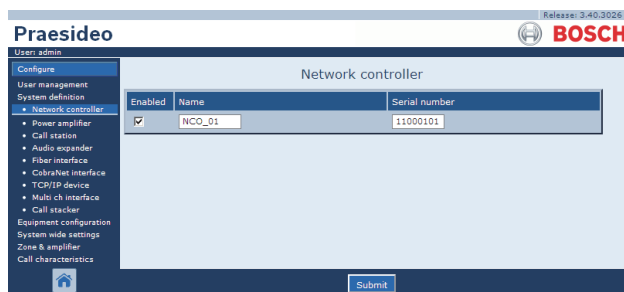

figura 43.3: Registrar um controlador de rede, passo 1
- 1 Vá para *Configure > System definition > Network controller*. Aparece um ecrã semelhante ao da figura 43.3 na moldura principal da interface da Web.